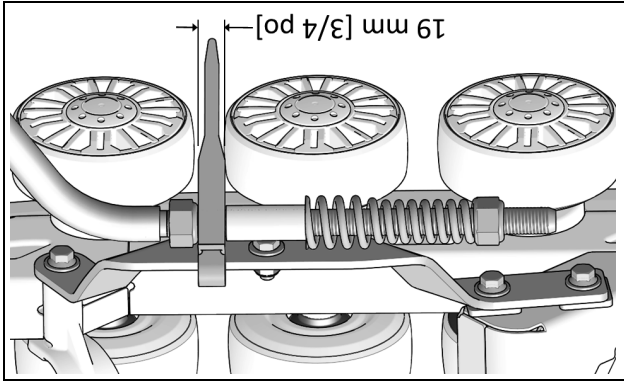

Figure 14
• **IMPORTANT :** Contrôler la distance minimum de 19 mm entre l'écrou et le guide du bras stabilisateur. Réajuster au besoin. Figure 14.